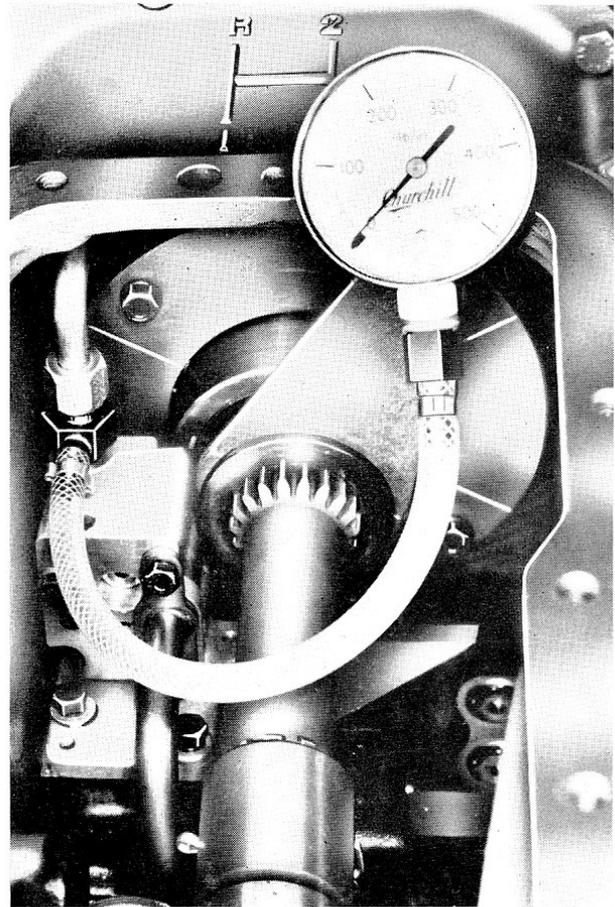

Fig. 19
- 2° Visser sur le raccord « test » la tuyauterie de refoulement (fig. 19).